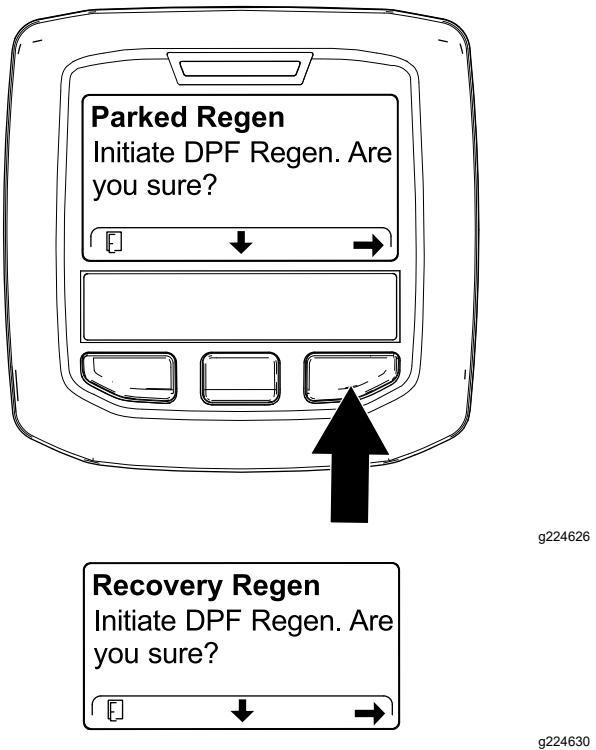

Figure 52
4. Sur l'écran INITIATE DPF REGEN (lancer la régén. du FAP), appuyez sur le bouton droit pour continuer (Figure 52).